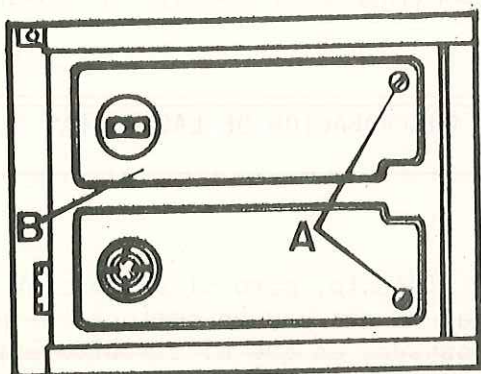

Fig. P3-21 Panel frontal L/D
- 1.1. Desmontar los tornillos de fijación, A (Fig. P3-21) del panel frontal, B, al salpicadero.